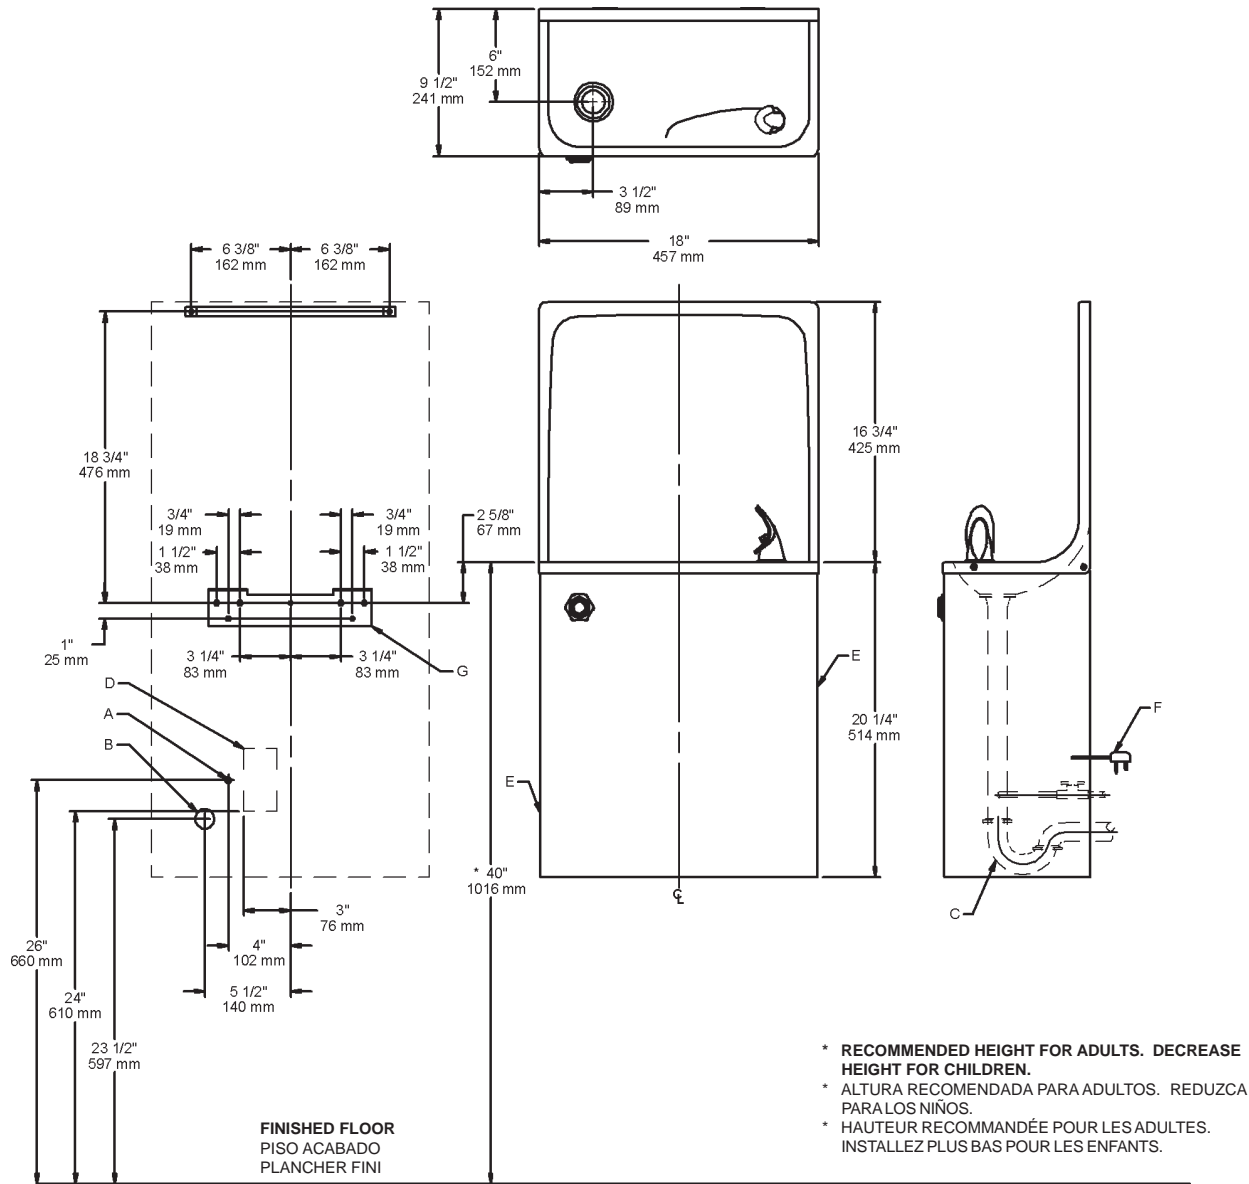

FIG. 2
- 2) Mount the hanger brackets and trap as shown in Figure 2.
- Anchor hanger securely to wall using all six (6) 1/4 in. dia. mounting holes.
- 2) Monte los fijadores de suspensión y el purgador mostrado en la Fig. 2.
- Ancle el suspensor de forma segura a la pared usando todos los seis (6) agujeros de montaje de 1/4" de diámetro.
- 2) Installez les supports et le siphon tel qu'indiqué à la fig. 2.
- Ancrez solidement le support au mur à l'aide des six (6) trous de fixation d'un diam. 1/4 po.